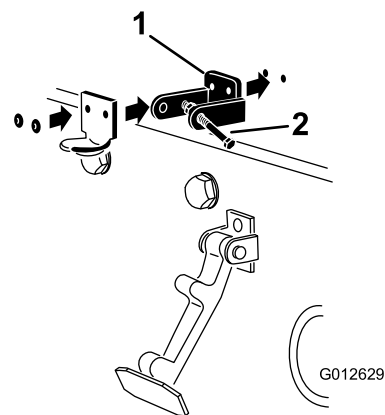

Рисунок 13
Примечание: Стопорный кронштейн должен быть прижат к капоту (Рисунок 13). Не снимайте болт с гайкой в сборе с рычага стопорного кронштейна.
5. Приклепайте кронштейны и шайбы к капоту (Рисунок 13).